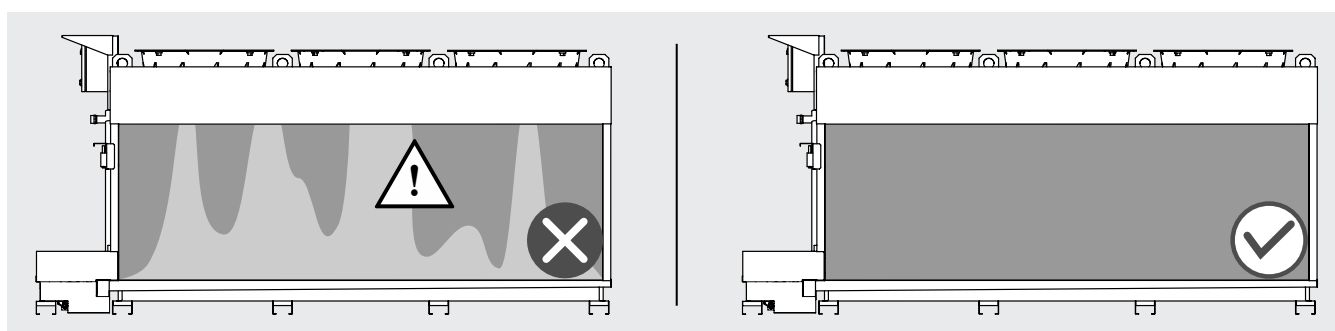

Figura 16
- 11.8 Con sistema adiabatico in funzione, verificare che ci sia una adeguata distribuzione dell'acqua sui pannelli: è accettabile una colorazione uniforme più scura su almeno il 90% della superficie dei pannelli. Fare riferimento al punto 12.28. V. Figura 16.
- 12.10.1 Effettuare una ispezione visiva del sistema adiabatico di distribuzione dell'acqua sui pannelli. Una distribuzione non uniforme dell'acqua sul pannello esterno (colorazione non uniforme del pannello, v. Figura 16) è imputabile ad un intasamento di uno o più ugelli ad attacco rapido. Un flusso anomalo di acqua durante il funzionamento del sistema adiabatico è imputabile ad uno o più ugelli danneggiati. Eventualmente procedere ad una sostituzione come segue.